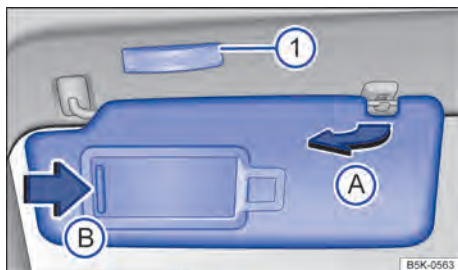

Fig. 80 Para-sol.
- Retirar o para-sol cuidadosamente do suporte segurando a base de fixação e virar na direção das portas → Fig. 80 **A**.
No para-sol rebatido para baixo encontra-se um espelho de cortesia atrás de uma cobertura. Ao abrir a cobertura → Fig. 80 **B** uma lanterna se acende **1**.